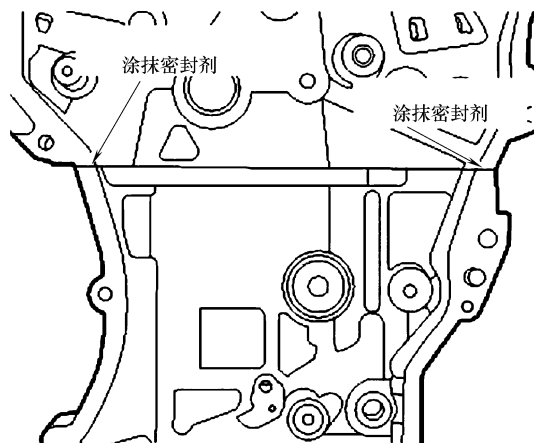

图 19-19 气缸盖与气缸体之间密封剂涂抹位置
- 2) 按照图 19-19 中所示的位置，将密封剂涂抹在气缸盖和气缸体的结合线处。